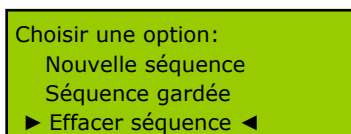

Figure 7.
- "*Effacer séquence*" permet d'effacer la dernière séquence de rotation gardée. Pour la sélectionner, placer les curseurs face à cette option comme montré sur la Figure 7 et appuyer sur [ENTER].